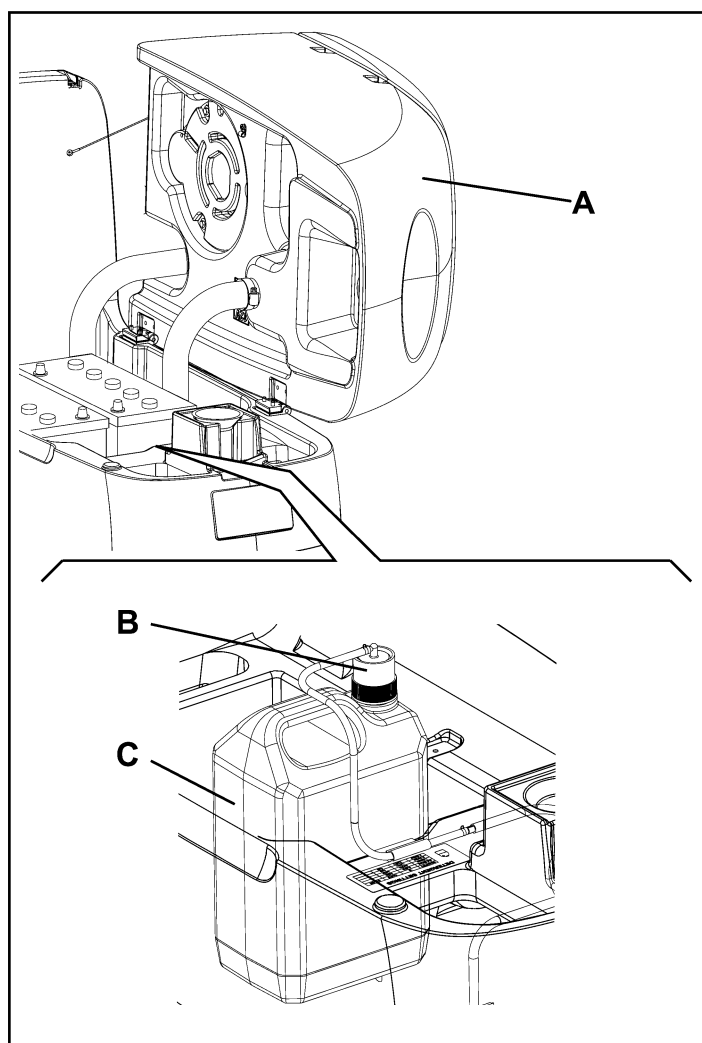

Figure 15
1. Ouvrir le couvercle (E) et vérifier que le réservoir d'eau de récupération (F) est vide. Dans le cas contraire, le vider au moyen du tuyau de vidange (G).
2. Soulever le réservoir (A, Fig. 15) avec soin.
3. Ouvrir le bouchon (B).